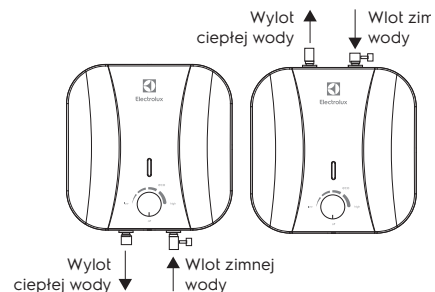

Fig. 6
3. Supapa de siguranță trebuie instalată la orificiul de alimentare cu apă (vezi fig. 6).